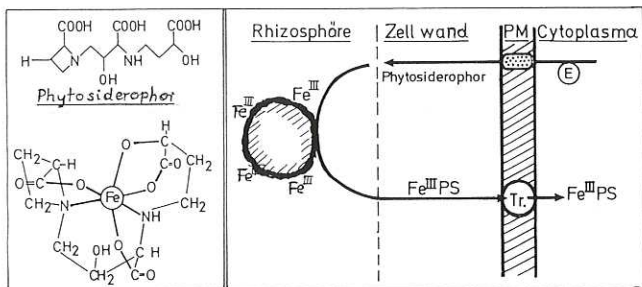

Abb. 5: Abgabe von Fe-mobilisierenden Verbindungen (Phytosiderophore) durch die Wurzeln von Gräsern unter Eisenmangel.
Zwischen den einzelnen Pflanzenarten und -sorten bestehen jedoch erhebliche Unterschiede in der Fähigkeit, Mikronährstoffe in der Rhizosphäre zu mobilisieren. Ein besonders eindrucksvolles Beispiel sind die Gräser, die bei beginnendem Eisenmangel eisenmobilisierende Verbindungen (Wurzelexsudate), sogenannte Phytosiderophore (PS) in die Rhizosphäre abgeben (Abb. 5). Dieses als Eisenphytosiderophor (FePS) mobilisierte Eisen wird dann über einen Träger (Tr) von der Pflanzenwurzel spezifisch aufgenommen (RÖMHELD, 1993). Interessanterweise unterscheiden sich die einzelnen Gräser je nach Herkunft (Ökotyp) in der Fähigkeit, Phytosiderophore abzugeben. Gräser von Kalkstandorten, sogenannte kalkliebende Gräser, geben bis 10mal mehr Phytosiderophore ab als